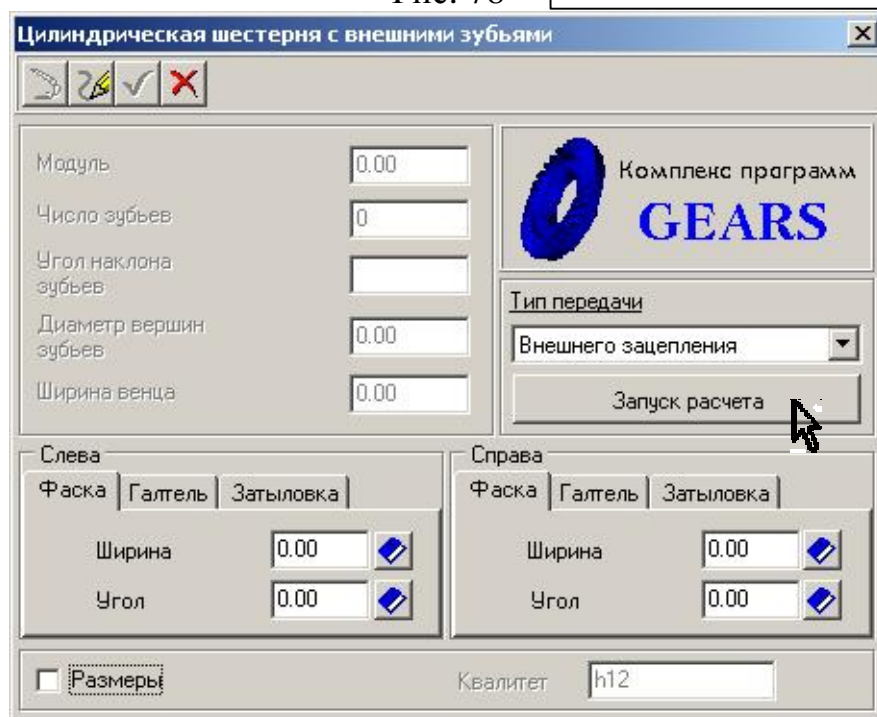
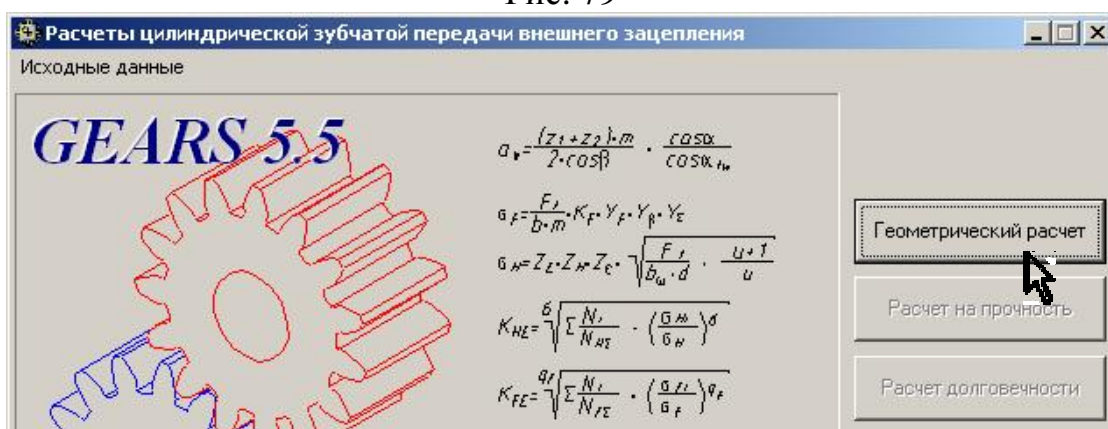

Рис. 79
Рис. 80
2. Для построения шестерни цилиндрической зубчатой передачи в разделе *Элементы механических передач* выберите команду *Шестерня цилиндрической зубчатой передачи*, рис 78. Выполните *Запуск расчета*, рис. 79, а затем *Геометрический расчет*, рис. 80.